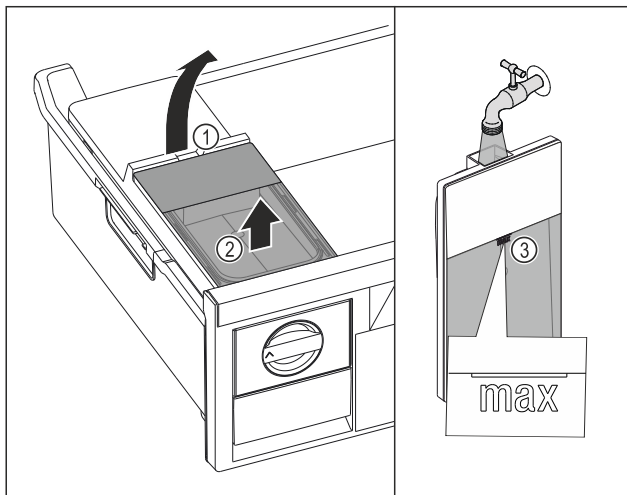

Fig. 180
- Sollevare il serbatoio dell'acqua dalla cavità Fig. 180 (1).
- Rimuovere il serbatoio dell'acqua estraendolo verso l'alto. Fig. 180 (2)
- Riempire il serbatoio dell'acqua con acqua potabile fino al contrassegno Fig. 180 (3).